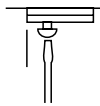
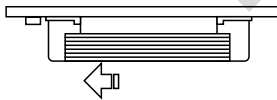

Рис. 2
Рис. 3
- закрепите саморезом элемент крепления на монтажной поверхности (рис. 2), надвиньте паз с одного конца светильника на элемент крепления (рис. 3);